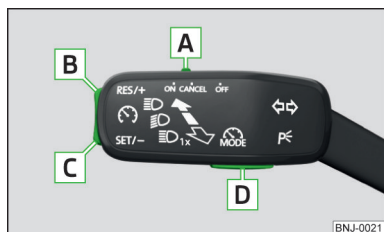

Fig. 207
Prezentare generală a elementelor de operare a GRA » fig. 207
- ▶ Prin apăsarea tastei **D** » fig. 207.
- Prin acționarea tastei **D** » fig. 207 în timpul reglării, aceasta se întrerupe și se dezactivează limitatorul de viteză.